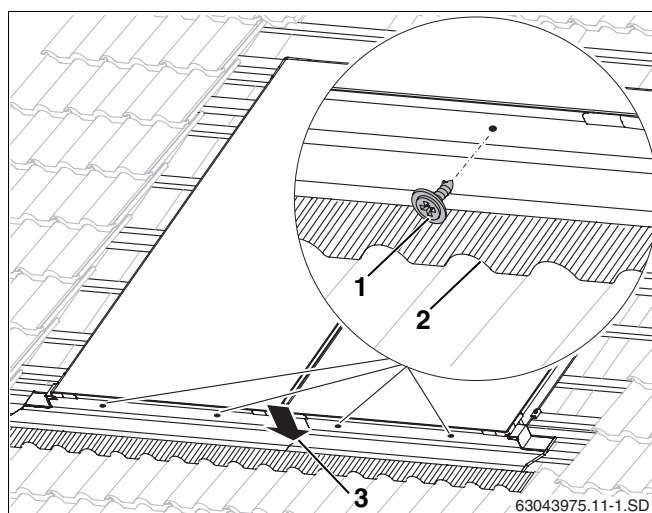

Fig. 47 Fissaggio dei profili d'integrazione inferiori
- Fissare i profili nei fori previsti servendosi delle viti (lunghezza 12 mm, fig. 47, **pos. 1**) e delle rondelle di tenuta.
- Premere il profilo d'integrazione superiore su quello inferiore (fig. 47, **pos. 3**).
- Regolare le converse nell'area anteriore prestando attenzione al profilo dei coppi (fig. 47, **pos. 2**).